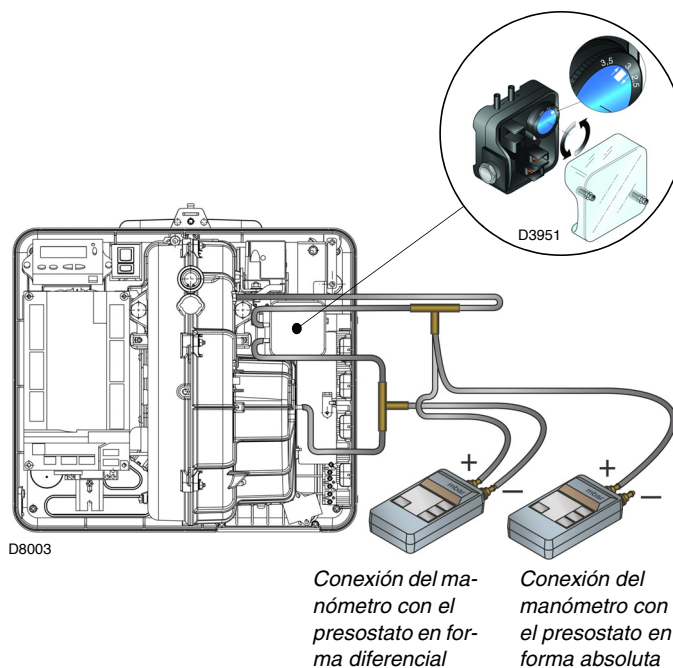

Fig. 33
- Regular el presostato de aire (Fig. 33 a pág. 33) en el inicio de la escala.
Regular el presostato de aire (Fig. 33) después de haber efectuado todas las demás regulaciones del quemador, con el presostato de aire ajustado al inicio de la escala.
La conexión del manómetro se muestra en la Fig. 33. La configuración estándar es la del presostato aire conectado en forma absoluta. Nótese la presencia de una conexión en "T" no suministrada.
En este caso también el manómetro se debe conectar en forma diferencial, como se muestra en la Fig. 33.